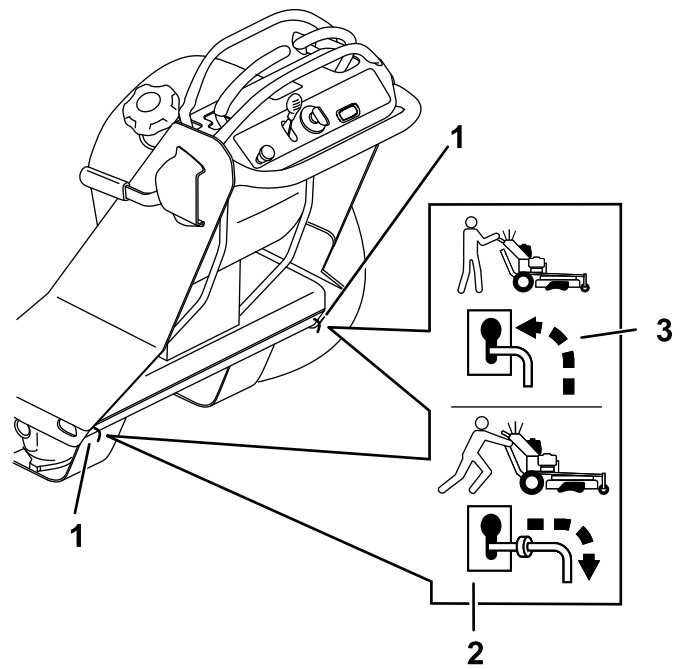

Figura 21
4. Mueva las palancas de desvío hacia atrás a través del orificio con forma de bocallave y hacia abajo para bloquearlas en esa posición (Figura 21).
Mueva las palancas de desvío hacia delante a través del orificio con forma de bocallave y hacia abajo, para bloquearlas en esa posición, como se muestra en la Figura 21.